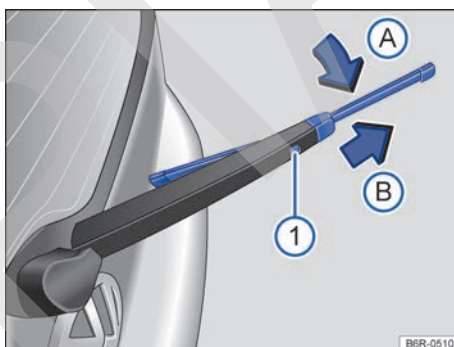

Fig. 112 Sustituir la escobilla del limpialuneta.
- Mantener la tecla de desbloqueo → fig. 112 ① presionada.
- Girar la escobilla del limpiavidrio en la dirección del brazo del limpiador → fig. 112 (flecha A) y, al mismo tiempo, quitar en el sentido de la flecha B. Para ello, podrá necesitarse un esfuerzo un poco mayor.
- Introducir la nueva escobilla del limpiapuneta **del mismo tamaño y modelo** en el brazo del limpiapuneta en el sentido contrario al de la flecha → fig. 112 B hasta que se trabase. Para ello, el brazo del limpiador debe estar en la posición rebajada (flecha A).